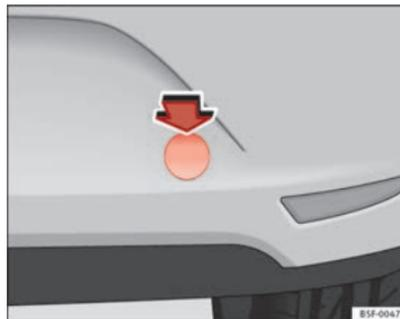

Abb. 175 Hinterer Stoßfänger rechts: Abdeckkappe
- Drücken Sie die Abdeckkappe zum Herauslösen aus dem Stoßfänger im *oberen* Bereich -Pfeil- nach innen und heben Sie sie im *unteren* Bereich ab ⇒ **Abb. 175**.